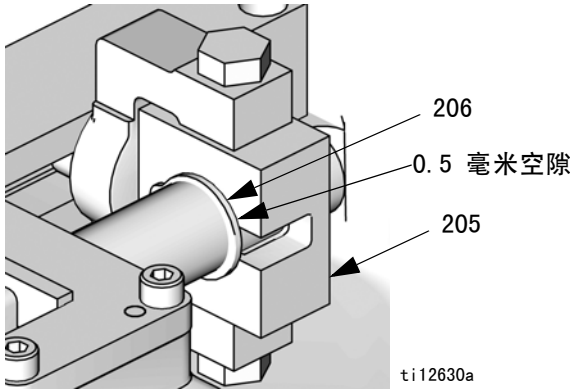

图 29: 比例秤杆卡环
- o. 滑动比例秤杆导轨（205），以在比例秤杆导轨（205）与图 29 中所示的卡环（206）之间留有 0.5 毫米左右的空隙。